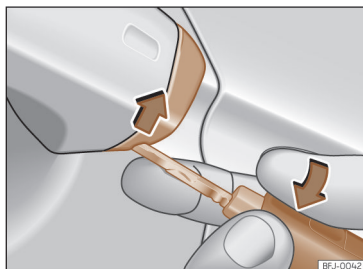

Fig. 51 Manípulo da porta do condutor: soltar a tampa fazendo alavanca.
- Introduza o palhetão na abertura inferior da tampa do manípulo da porta do condutor e retire a tampa de baixo para cima >>> **Fig. 51**.